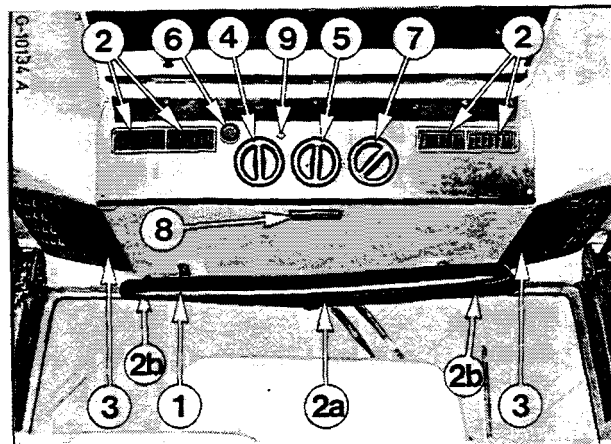

Figure 14
3 - Tournez le bouton de commande (7) Fig. 14 sur "Recyclage". Orientez le volet du dégivrage (2a) vers le pare-brise.
Les deux filtres à air (situés à gauche et à droite au dessus des couvercles (3) Fig.14) doivent être nettoyés lorsqu'il y a nécessité afin de maintenir libre le passage de l'air frais.
Le plafonnier (8) Fig. 14 est situé au milieu de la console supérieure et est relié directement à la batterie. Il s'allume en appuyant dessus.
NOTE : Lorsque vous nettoyez l'extérieur de la cabine au jet d'eau, tournez la commande (7) Fig. 14 en position "recyclage".